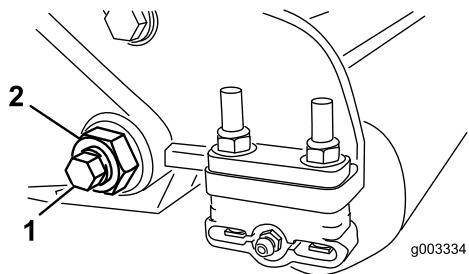
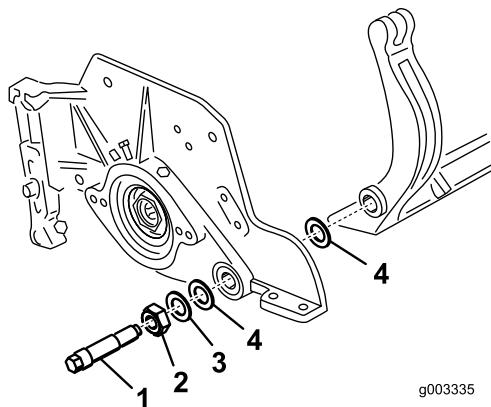

Figura 31
Figura 32
- Su ciascun lato della macchina, allentate il dado di bloccaggio che fissa il bullone della barra di appoggio (Figura 31).
- Togliete ciascun bullone della barra di appoggio consentendo alla barra di appoggio di essere tirata verso il basso e rimossa dal bullone della macchina (Figura 31). Considerate 2 rondelle in nylon e 1 rondella in acciaio stampato su ciascun lato della barra di appoggio (Figura 32).
- Posizionate una rondella in acciaio all'esterno di ciascuna rondella in nylon (Figura 32).